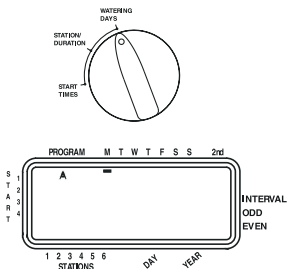

Figure 7: Affichage LCD avec jours d'arrosage
- Positionner le commutateur sur **Jours d'arrosage** en programme A. L'affichage indiquera un "A" et le curseur clignotera sous les jours de la semaine **L, M, M, J, V, S, D** (Lundi, Mardi, etc.) [voir Figure 7].